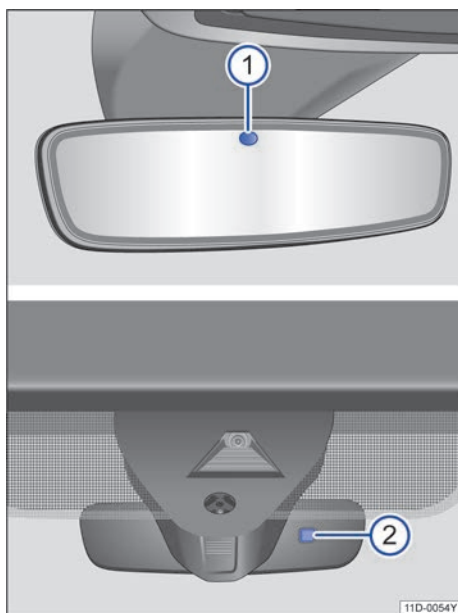

图 80 前窗玻璃上：自动防眩车内后视镜
在点火开关已打开的情况下，传感器测量来自后方→图 80①和来自前方②的光线。